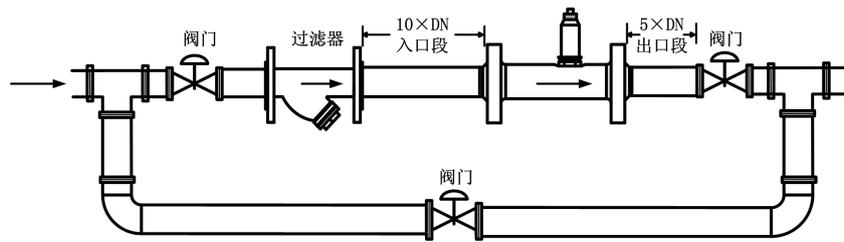

图 4-7 安装场所示意图
- 水平安装传感器要求管道不应有目测可察觉的倾斜（一般在  $5^\circ$  以内），垂直安装传感器管道垂直度偏差亦应小于  $5^\circ$ 。在不能停流的场所，应装旁通管和可靠的截止阀（见图 4-7），测量时要确保旁通管无泄漏。